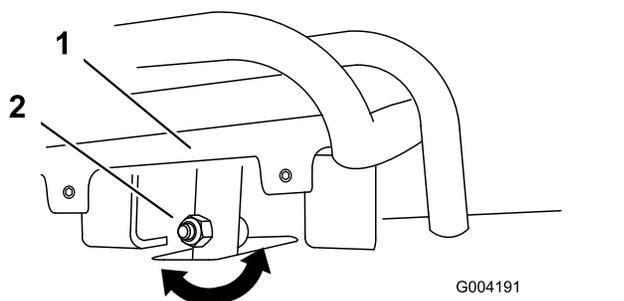
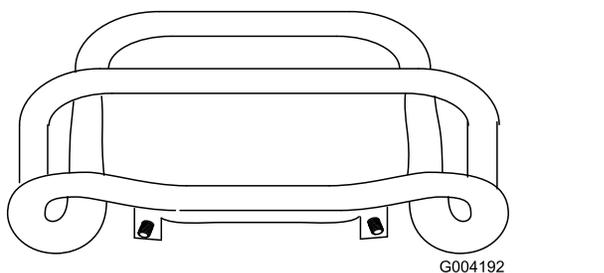

Figura 52
Figura 53
imbullonate lo stelo del comando della trazione (Figura 52).
5. Regolate il comando della trazione in modo che rimanga a filo con la barra di riferimento quando viene tirato all'indietro (Figura 52 e Figura 53).
- Allentate il dado flangiato e il bullone nello stelo del comando della trazione (Figura 52).
- Regolate il comando della trazione in modo che rimanga a filo con la barra di riferimento quando viene tirato all'indietro (Figura 52 e Figura 53).